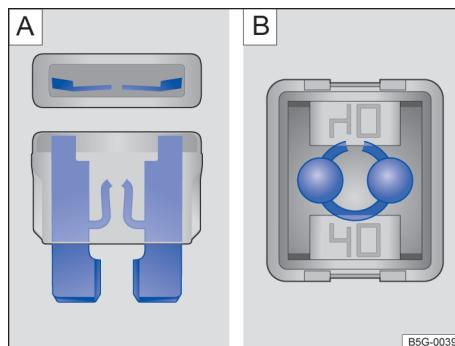

Fig. 178 Fusível queimado: **A** fusível plano, **B** fusível de bloqueio.
- Um *fusível plano (ATO[®], MINI[®])* queimado é reconhecido de cima ou de lado pela carcaça transparente nas faixas metálicas derretidas → Fig. 178 [A].
- Um *fusível de bloqueio (JCASE[®])* queimado é reconhecido pelas faixas metálicas derretidas por cima da carcaça transparente → Fig. 178 [B].